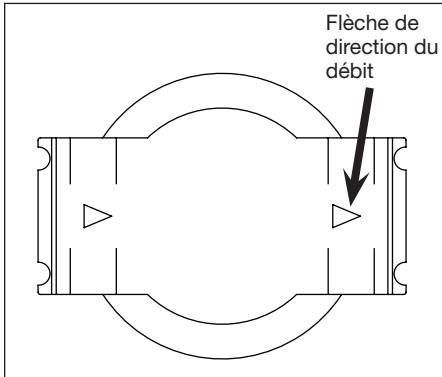

Figure 2 - Particulier indiquant l'emplacement de la flèche qui montre la direction du débit
1. Trouver la flèche de la direction du débit d'air (voir Figure 2, particulier). La flèche montre la direction du débit d'air.
3. Vérifiez que les flèches pointent en direction du débit d'air (voir Figure 2).